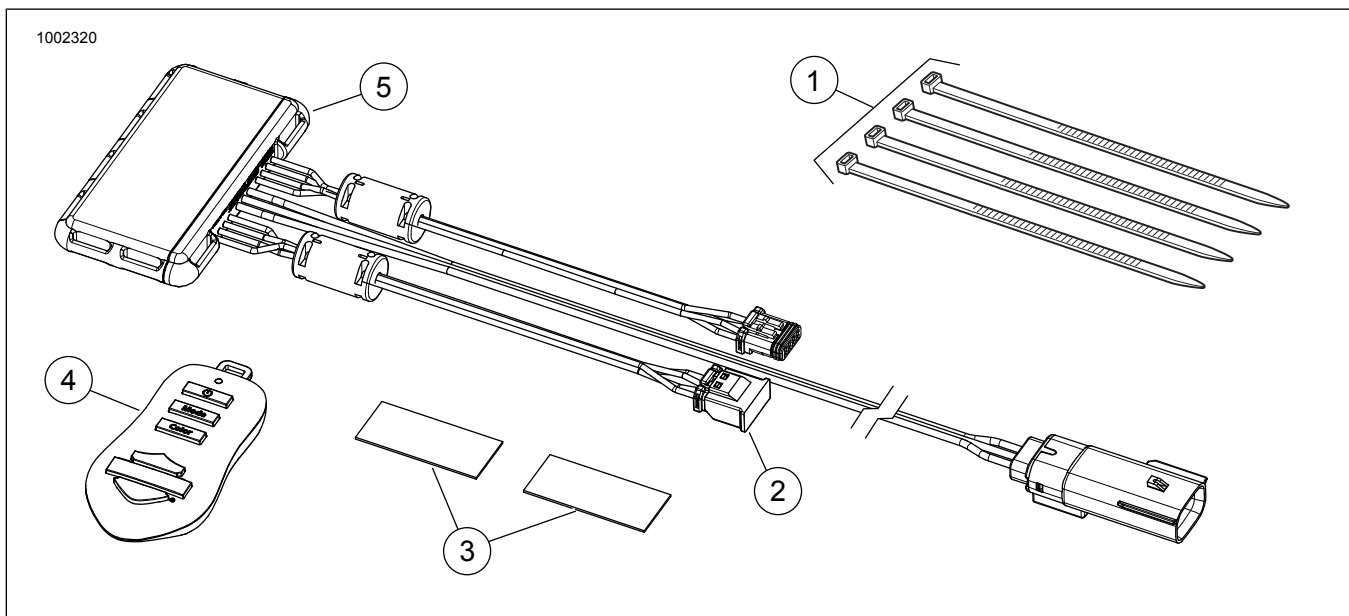

Abbildung 2. Ersatzteile, Electra-Glo-Reglersatz
Abbildung 2 und Tabelle 1 .
5. Abbildung 2 Einen geeigneten Ort zur Befestigung des Reglers (5) unter dem Sitz oder hinter der linken Abdeckung wählen. Das im Satz enthaltene doppelseitige Klebeband (3) oder Kabelbinder (1) verwenden.